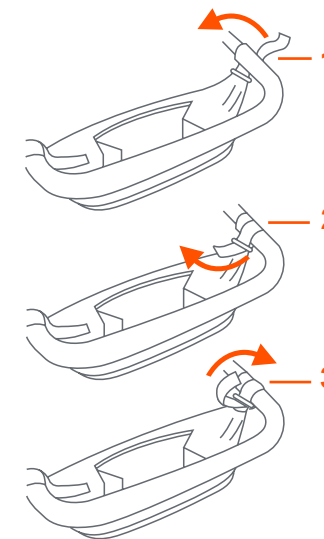

Fig. 5
5) • **Ajuste El Organizador Flexible Para Padres:** Utilice el gancho y la arandela para colgar el organizador flexible para padres en el mango del carrito. Siga las ilustraciones 1 a 3 (Fig. 5). Asegúrese de ajustarlo firmemente.